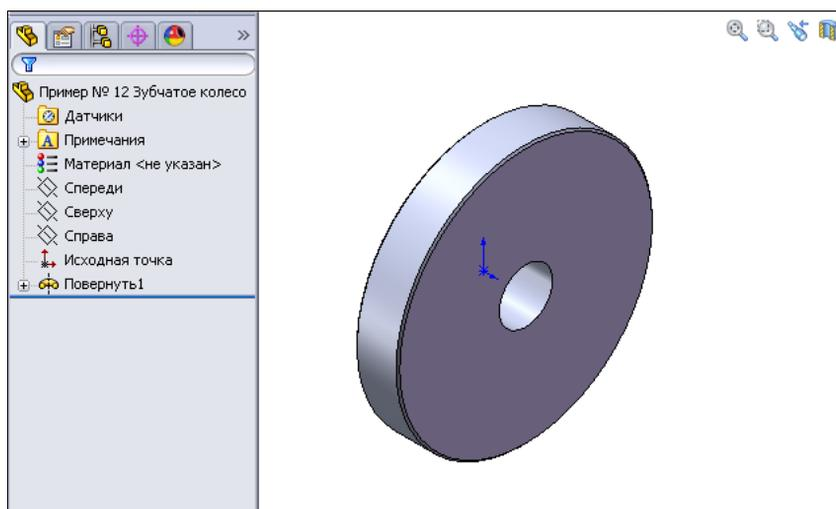

Рис. 2.144
4. Нажмем кнопку **ОК**  и в результате получим колесо с фасками (рис. 2.144), а в Дереве Конструирования появится строка **Повернуть1**.